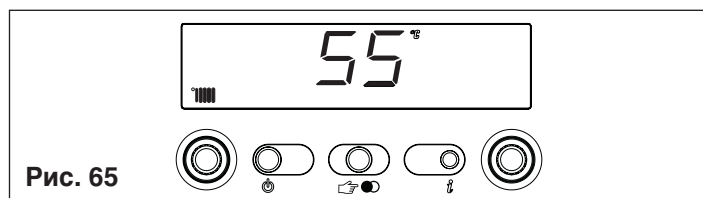

Рис. 65
**Info 3** отображается заданная температура отопления (рис. 65)